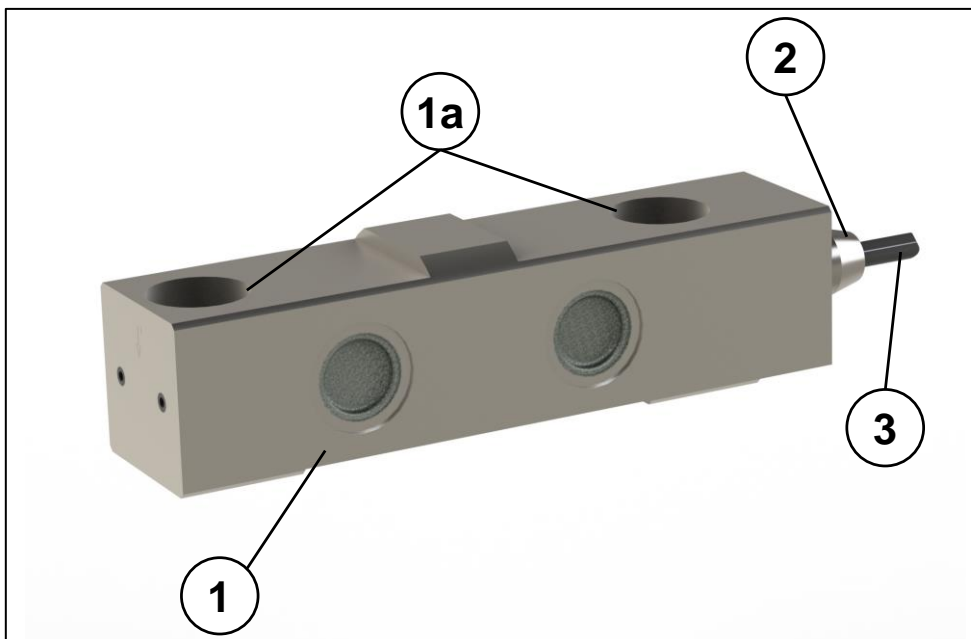

Bild 1: Normalkraftaufnehmer
Die BROSA Normalkraftaufnehmer des Typs 0250 dient der Erfassung der Kraft in zweiseitigen Scherverbindungen in oder an Maschinen und Geräten aller Art. Bild 1 zeigt den typischen Aufbau:
Der Normalkraftaufnehmer (1) wird auf die entsprechend gestalteten Auflageflächen (2) der zweischnittigen Verbindung eingesetzt und anhand der angesprochenen Merkmale (vgl. Bild 1) gegen nicht vorgesehene Bewegung gesichert. An der gegenüberliegenden Fläche des Normalkraftaufnehmers befindet sich mittig eine definierte Kräfteinleitungsfläche. Die dort eingeleitete Kraft F wird durch Auswertung der sich ergebenden Verformung des Messkörpers auf die Messelektronik übertragen und als elektrisches Signal ausgegeben.